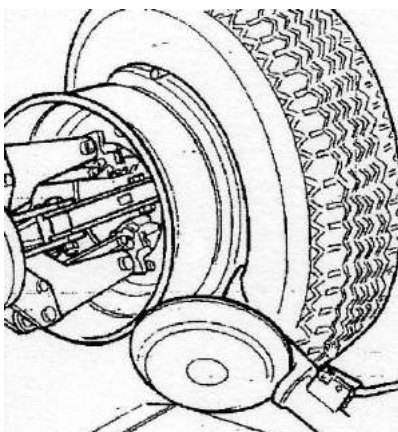

Рисунок 22
- Переведите устройство вперёд, пока красная контрольная точка не окажется на одной линии с внешним краем обода и примерно в 5 мм от него (см. Рисунок 22).